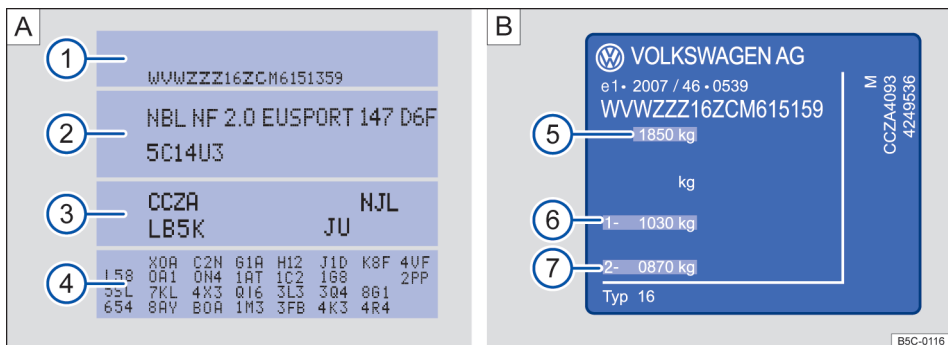

Fig. 250 Etiqueta de dados do veículo [A] e plaqueta de identificação [B].
A etiqueta de dados do veículo → Fig. 250 [A] está colada se na parte interna do envelope do Manual de instruções e na área da cavidade da roda de reserva, no compartimento de bagagem. Ela contém os seguintes dados:
- 3 Códigos do motor e da transmissão, código da cor, acabamento interno. No exemplo, o código do motor é “CCZA” → Fig. 250.
A plaqueta de identificação → Fig. 250 [B] pode ser vista na coluna da porta após a abertura da porta do condutor. Veículos para determinados países de exportação não possuem plaqueta de identificação